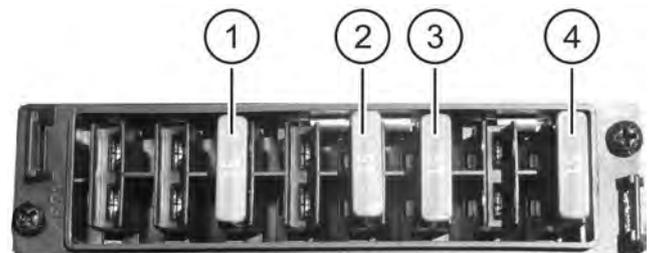

ABB. 91
ABB. 91: Die Klimaanlage wird an dem Schalter (4) in der Schalttafel ein- oder ausgeschaltet. Mit dem Gebläsewahlschalter Pos. 2 ABB 90 regelt man den Zustrom der abgekühlten Luft.